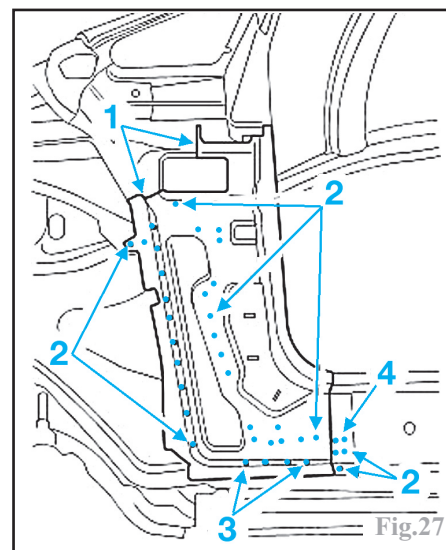

Fig.27
Tracer les lignes de coupe (1), fraiser les points de soudure (2) et (4) : trois épaisseurs de tôle, meuler les points de soudure (3) (Fig.27)